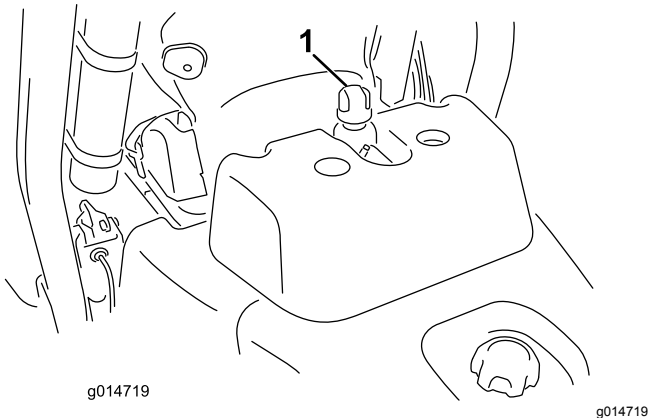

Bild 25
2. Nehmen Sie den Deckel vom Behälter ab (Bild 25).